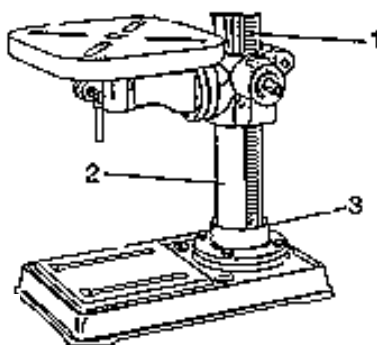

Fig. 5
5. Infilate attentamente il braccio di fissaggio della tavola e la cremagliera (1) sulla colonna (2) (**fig. 5**). La parte inferiore della cremagliera va inserita nella fessura (3) sulla lastra di base della colonna.